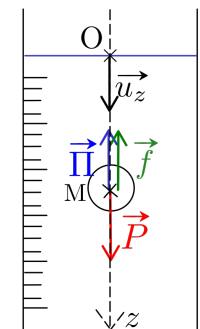

FIGURE 18.1 – Schéma
- ② On établit le système d'étude :
- ◇ **Schéma** : cf. Figure 18.1.